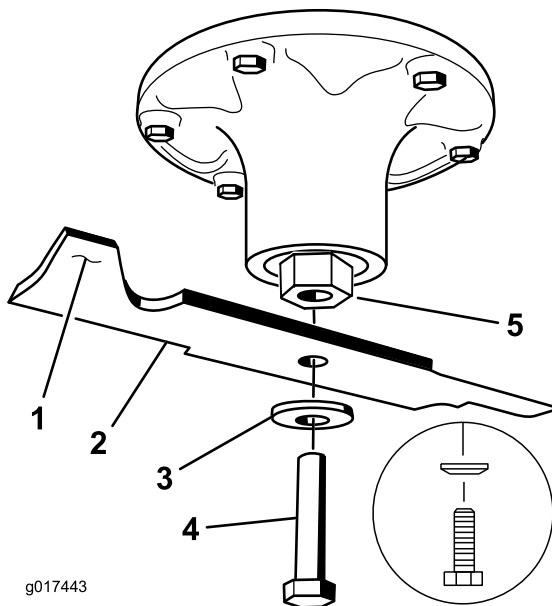

Рисунок 74
2. Отверните болт ножа, снимите изогнутую шайбу и нож с вала шпинделя (Рисунок 74).
1. Установите нож на шпindel (Рисунок 74).
2. Установите изогнутую шайбу и болт ножа (Рисунок 74).